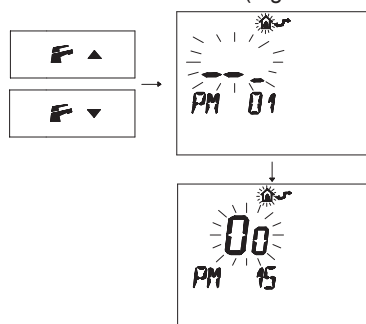

Figura 5.40
- Premere i pulsanti **F** **▲** o **F** **▲** per visualizzare la programmazione "PM15" abilitazione della sonda esterna (Figura 5.40).